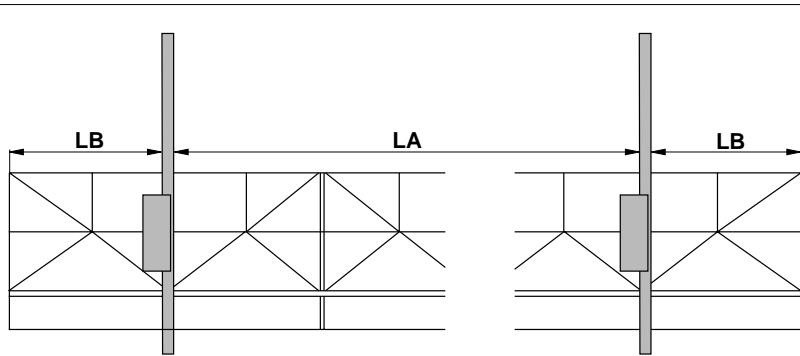

Fig. 1.11
1.6.1. Posición de los estribos (Fig. 1.11)
- longitud máxima (LA) entre los dos estribos = 12 m.
- vuelo máximo (LB) = 1,50 m.